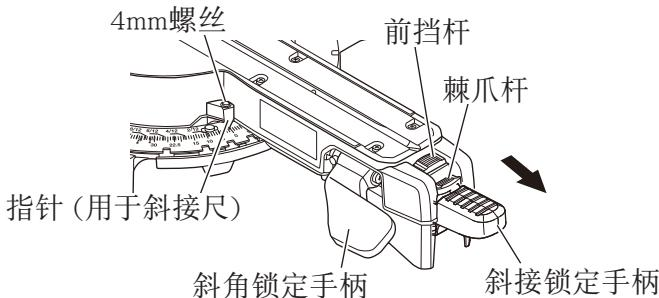

图 16
滑动复合式斜口锯的斜接尺会显示从 $0^{\circ}$ 到 $45^{\circ}$ 的左右斜切角度，易于读取。斜口锯工作台有九种最常见的角度设定，前挡块分别位于 $0^{\circ}$ 、 $15^{\circ}$ 、 $22.5^{\circ}$ 、 $31.6^{\circ}$ 和 $45^{\circ}$ 的位置。此类前挡块可准确快速地将刀片定位在所需的角度。遵循以下过程，进行最准确快速的调整。（图 16）
- (1) 向上推斜接锁定手柄，释放回转台。
- (2) 向下推前挡杆直至搭上棘爪杆，以释放“前挡块”。
(3) 旋转回转台，并将指针设定为与所需的斜接尺角度对齐。此时，当使用前挡块功能时，如图 16 所示，在所需角度附近沿箭头方向拉动棘爪杆将其释放，并通过前挡块功能移动回转台，将其固定到所需的角度位置。
#### 棘爪杆 (图 16)